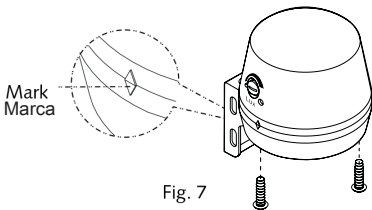

Fig. 7
- 4. Una la caja superior a la inferior, y fíjela con tornillos. Asegúrese que las marcas de la parte superior e inferior están alineadas (Vea la fig. 7).
- 4. Assemble top case with bottom case, and secure with screws. Make sure that the marks on the bottom and top case are aligned (See fig. 7).